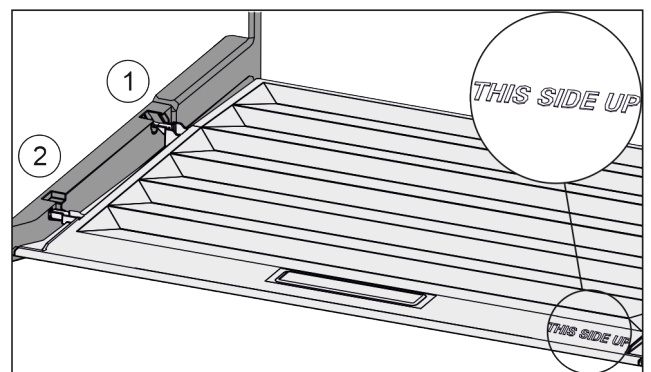

Fig. 25
- ▶ Вставити поперечні ребра через отвір заднього тримача Fig. 25 (1) і зафіксувати спереду у тримачі Fig. 25 (2).